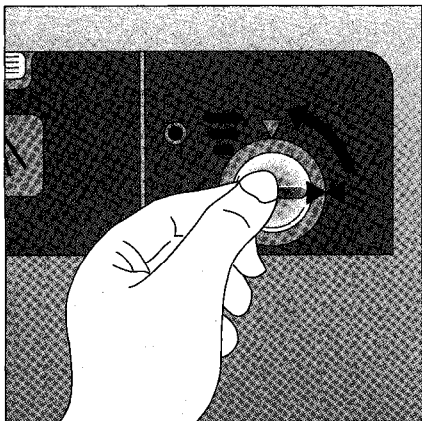

Bild 7
- ☐ Zur Dosiereinstellung Verschlußdeckel des Vorratsbehälters um ¼ Umdrehung entgegen dem Uhrzeigersinn drehen und öffnen (Bild 7).